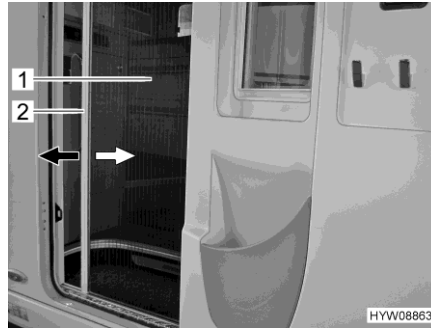

Fig. 37 Protección contra insectos (puerta de entrada)
- Agarrar el agarradero (Fig. 37,2) con ambas manos y extraer la protección contra insectos (Fig. 37,1) uniformemente del alojamiento de puerta.
- Agarrar el agarradero (Fig. 37,2) con ambas manos e introducir la protección contra insectos (Fig. 37,1) en el alojamiento de puerta presionando ligeramente.